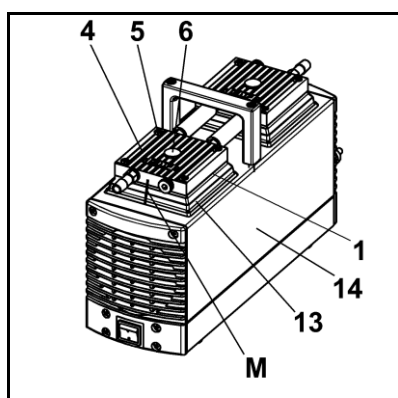

Abb. 12: Pumpenköpfe abmontieren
1. Die beiden durch die pneumatische(n) Verschaltung(en) verbundenen Pumpenköpfe entsprechend der Markierungen (M) auf das Gehäuse setzen.
i Dabei darauf achten, dass die Abdeckung (Abb. 12/13) am Pumpenkopf anliegt und nicht gequetscht wird. Dazu mit einem kleinen Schraubendreher vorsichtig zwischen Abdeckung (13) und Pumpenkopf entlang fahren.